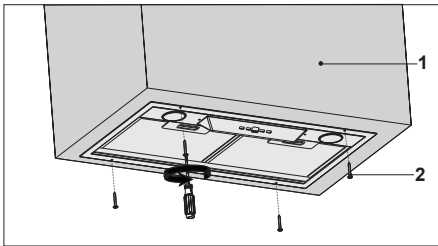

Abb. 5
- Platzieren Sie die Abzugshaube im Küchenschrank und bringen befestigen Sie sie in den 4 vorgebohrten Installationslöchern (Abb. 5).